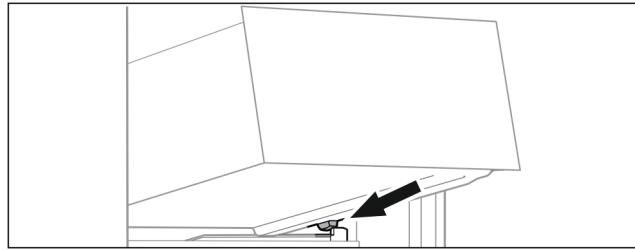

Fig. 67
- ▶ 将抽屉斜放在容器肋梁上的止动器后面。（参见 Fig. 67）